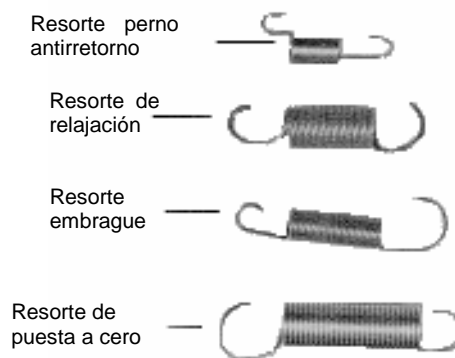

Figura 21. Identificación de muelles
- Ver figura 21 para la identificación de muelles.